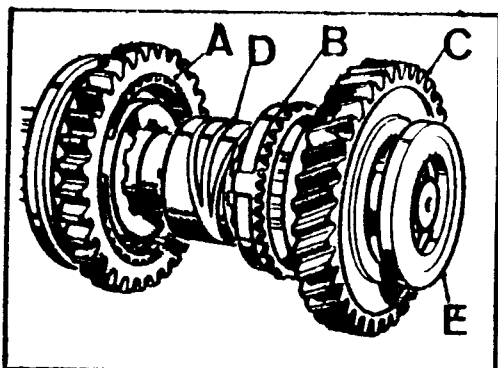

Fig. C-104 Extremo trasero del eje principal
- 3.3.1. Montar en el eje, el sincronizador de primera y segunda, A (Fig. C-104) con la canal de alojamiento de la horquilla hacia el engranaje de segunda y el cono, B.
3.3.2. Montar el engranaje de primera, C (Fig. C-104), y el casquillo de -- bronce, D, el cual debe quedar situado con la canal circular de engrase hacia la parte trasera del eje; es decir, de manera que coincida con los dos orificios de engrase que el engranaje de primera lleva en el interior.
3.3.3. Situar la arandela de empuje, E (Fig. C-104) con las ranuras de engrase hacia el engranaje de primera velocidad.